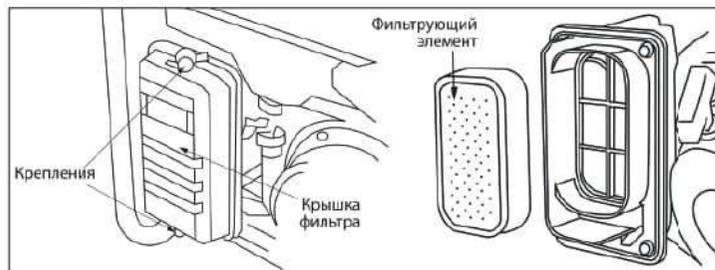

Рисунок 15.
6. Проверьте величину зазора между заземляющим и центральным электродами, используя специальный щуп. При необходимости установите зазор 0,7-0,8 мм (рис. 15).
1. Откройте крышку фильтра (рис. 15).